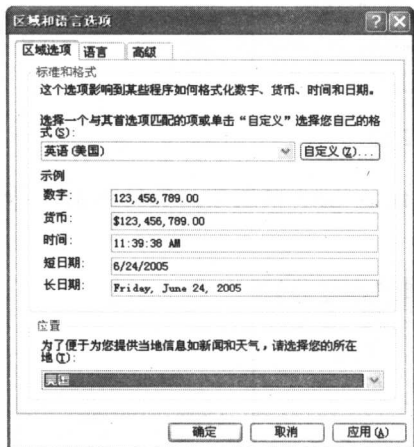

图 1-3 区域和语言选项对话框
►步骤 3: 执行上述命令后, 系统将弹出“区域和语言选项”对话框。在上面的下拉列表中, 选择“英语(美国)”, 在下面的下拉列表中选择“美国”, 如图 1-3 所示。